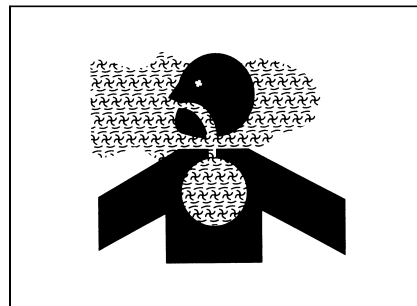

Рис. 1–37
- Вдыхание эфирным паром или касание кожи ранят людей.(рис. 1–37)